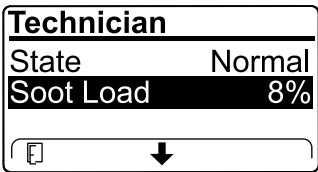

Рисунок 47
- Посмотрите объем сажи, измеряемый в виде процентов в DPF (Рисунок 47); см. таблицу объема сажи.